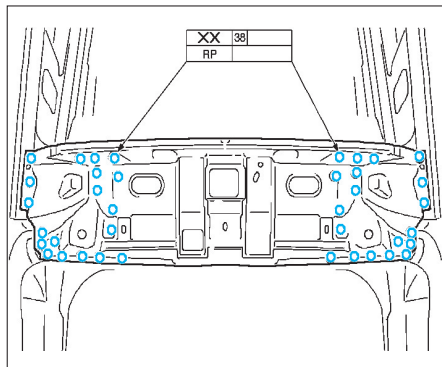

FIG. 163
- Souder la traverse (**fig. 163**).